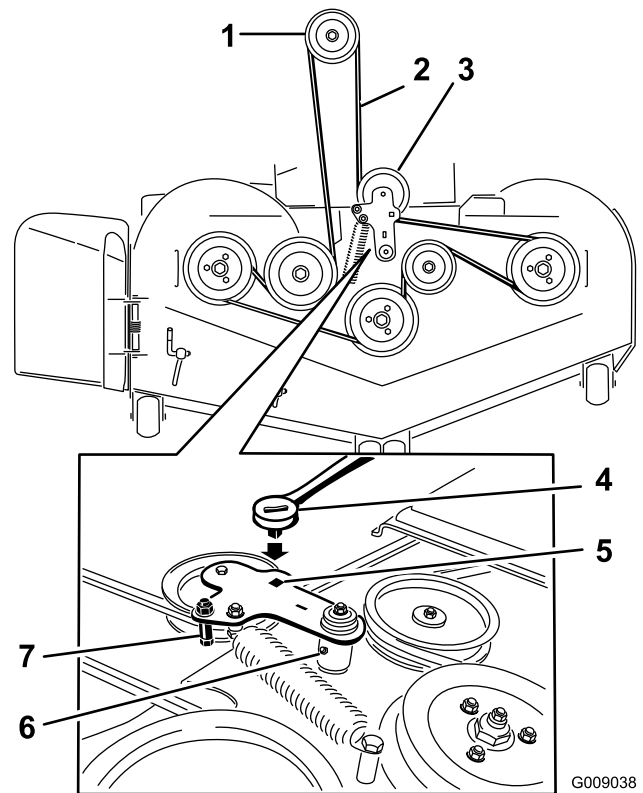

Figure 87
5. Insérez un rochet dans le trou carré du bras de la poulie de tension pour détendre le ressort de la poulie de tension (Figure 87).
7. Enlevez le guide-courroie situé sur le bras de la poulie de tension rappelé par ressort (Figure 87).
9. Acheminez la courroie neuve autour des poulies du tablier de coupe et de la poulie d'embrayage, sous le moteur (Figure 87).
10. Montez le guide-courroie sur le bras de la poulie de tension (Figure 87).
11. Insérez le rochet dans le trou carré et montez le ressort de la poulie de tension (Figure 87).